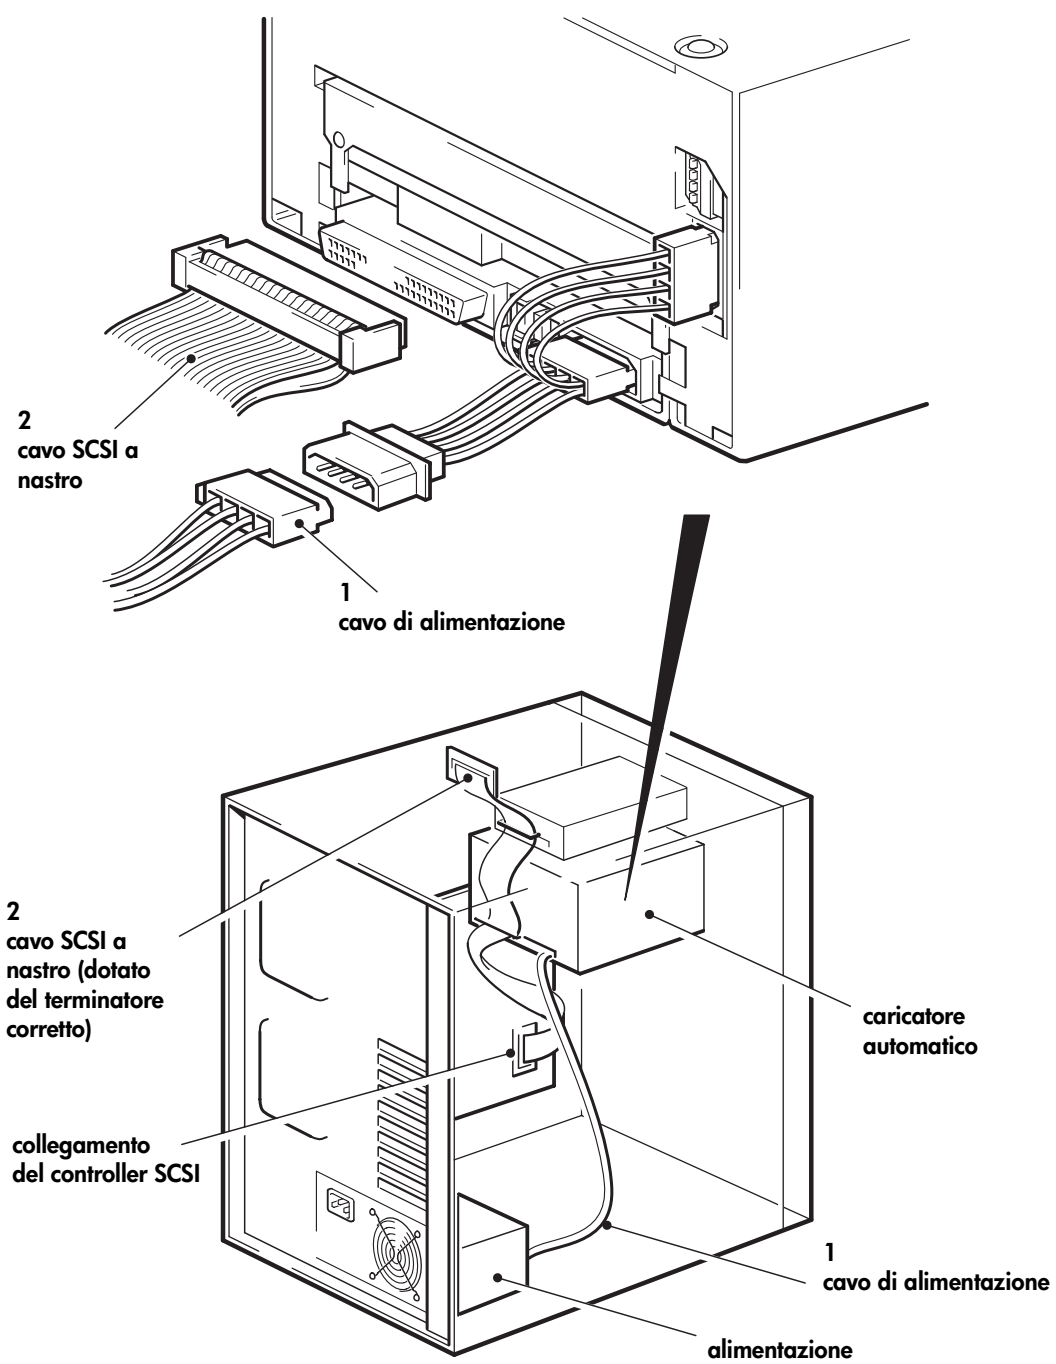

Figura 9: collegamento del cavo di alimentazione e del cavo SCSI
- 1 Collegare un cavo di alimentazione libero dall'alimentatore interno del server all'estremità con il connettore maschio del cavo a Y, come illustrato nella figura 9, illustrazione 1.
- 2 Collegare un connettore libero del server o del cavo SCSI a nastro HBA (Host Bus Adaptor: adattatore bus host) al connettore SCSI dell'unità, come mostrato nella figura 9, illustrazione 2.
Quindi, supponendo che l'HBA sia il primo dispositivo presente sul bus, è necessario controllare che il secondo terminatore si trovi dopo l'ultimo dispositivo, come illustrato nella figura 9, illustrazione 2.